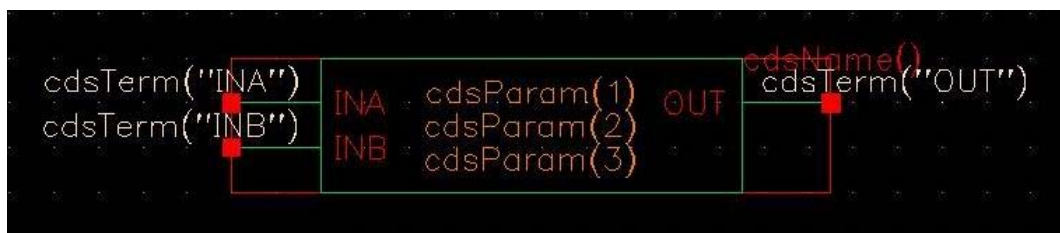

图 2.9 二与非门逻辑符号草图
- ③ 在 Symbol Generation Options 窗口中，请确定：
- 点亮 Load/Save 按钮，点击 OK（在窗口顶端），自动生成 nand2 symbol，如图 2.9 所示。